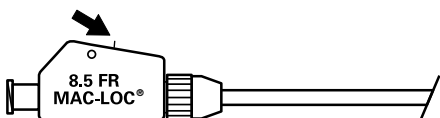

Fig. 3
- c. Recorte el hilo de sutura sobrante. (**Fig. 3**)